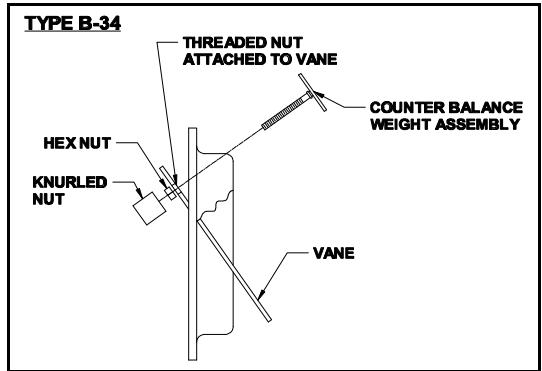

Figure 10
TYPE B-34 (See Figure 10)
1. Assemble the "counter balance weight assembly" to the draft control as shown in Figure 10 Thread "counter balance weight" through "threaded nut" attached to the vane. Assemble "hex nut" and "knurled nut" on front of vane as shown in Figure 10.
TIPO B-34 (Ver Figure 10)
1. Arme la "unidad de contrapeso" en el control de circulación según se ilustra en la Figure 10. Enrosque el "contrapeso" a través de la "tuerca fileteada" adosada a la pala. Arme la "tuerca hexagonal" y la "tuerca estriada" en el frente de la pala según se ilustra en la Figure 10.